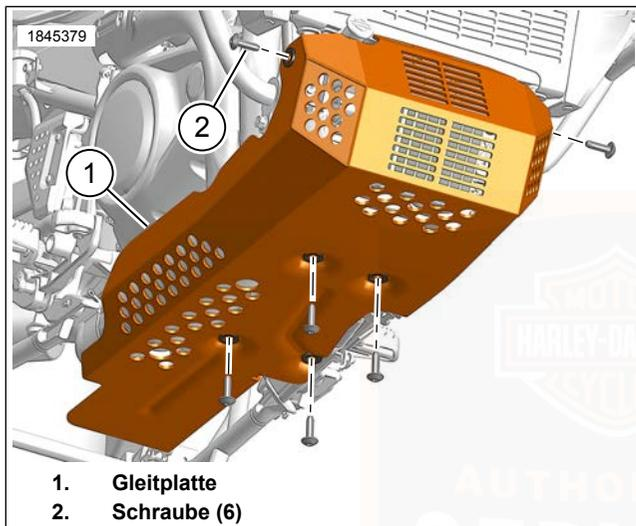

Abbildung 78. Gleitplatte
1. Siehe Abbildung 78. Die Schrauben (2) entfernen.
2. Die Gleitplatte (1) abnehmen.
2. Siehe Abbildung 78. Die Gleitplatte positionieren.
3. Die Schrauben (2) anbringen. Festziehen.